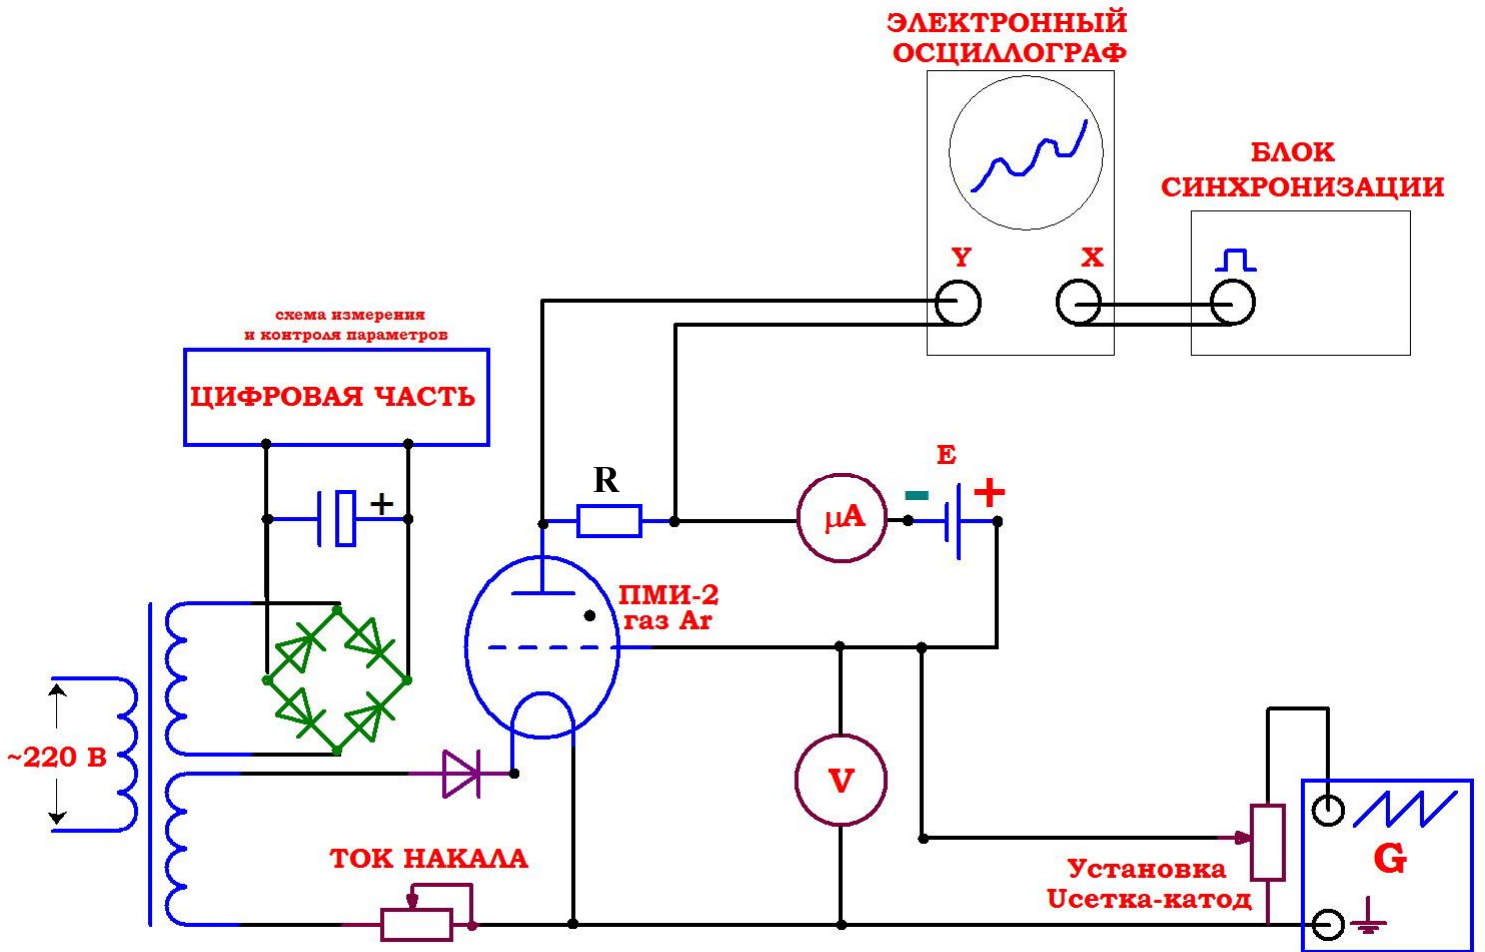
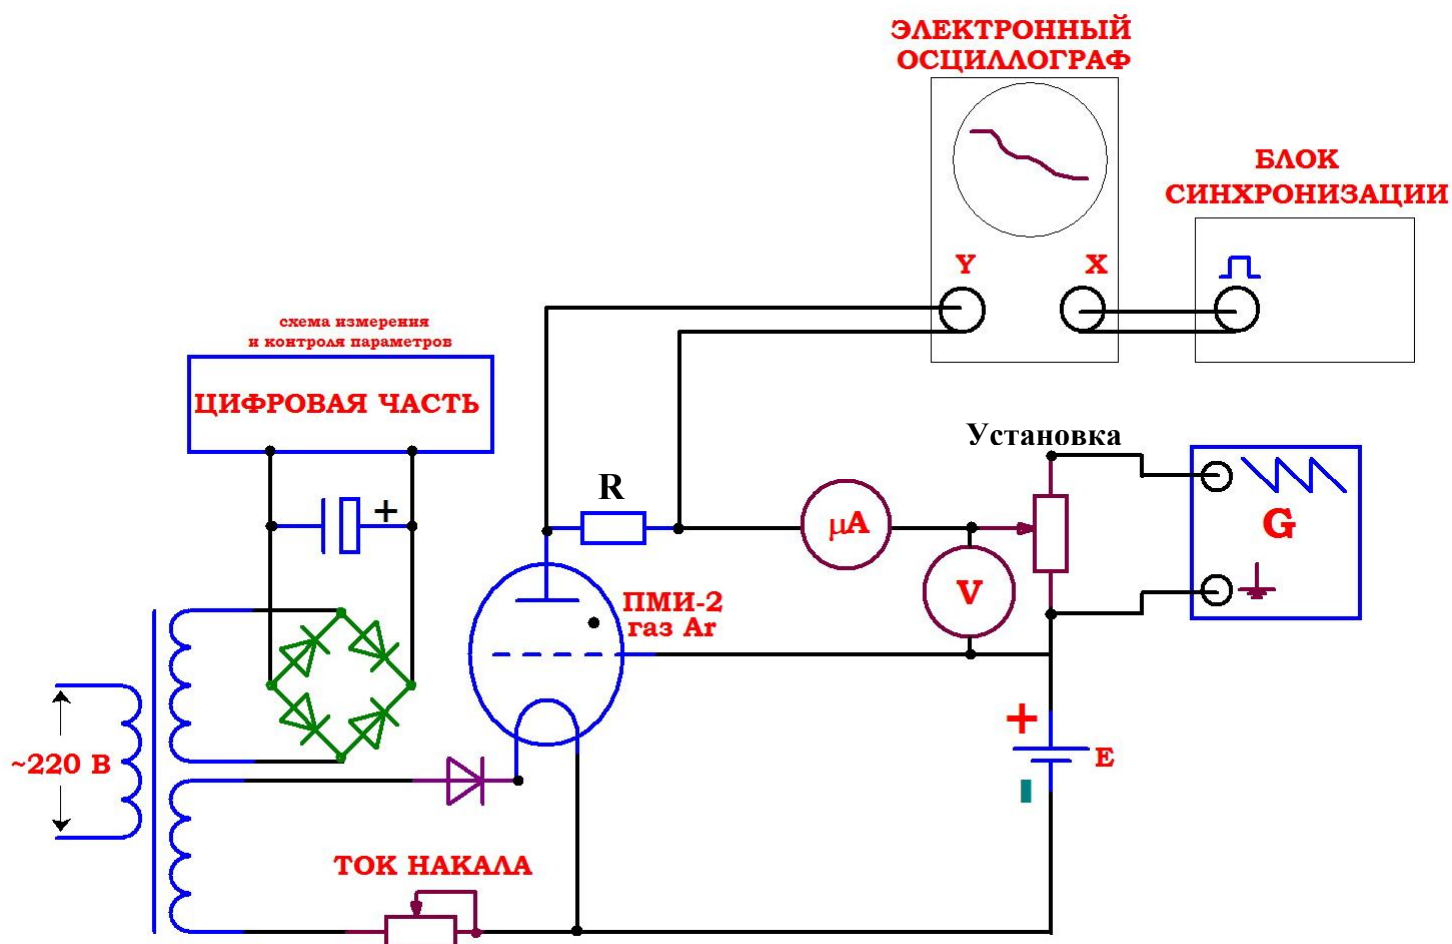
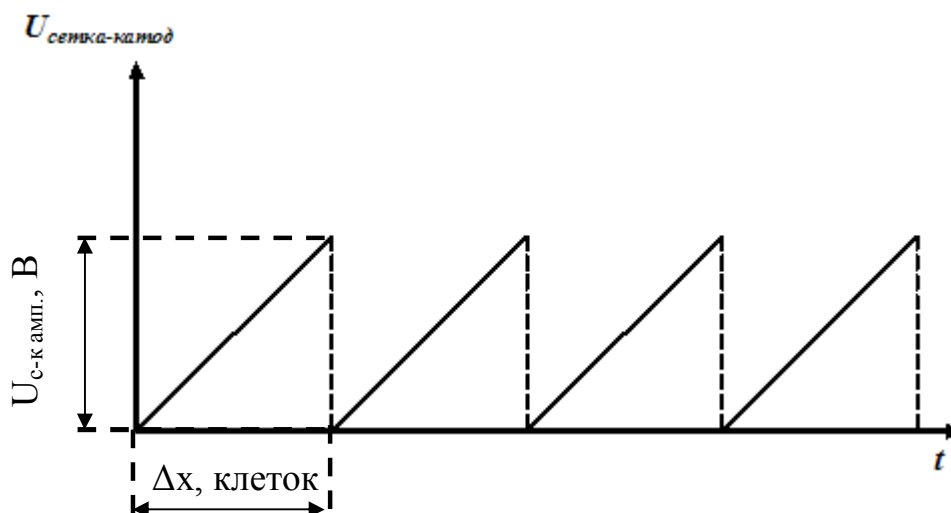
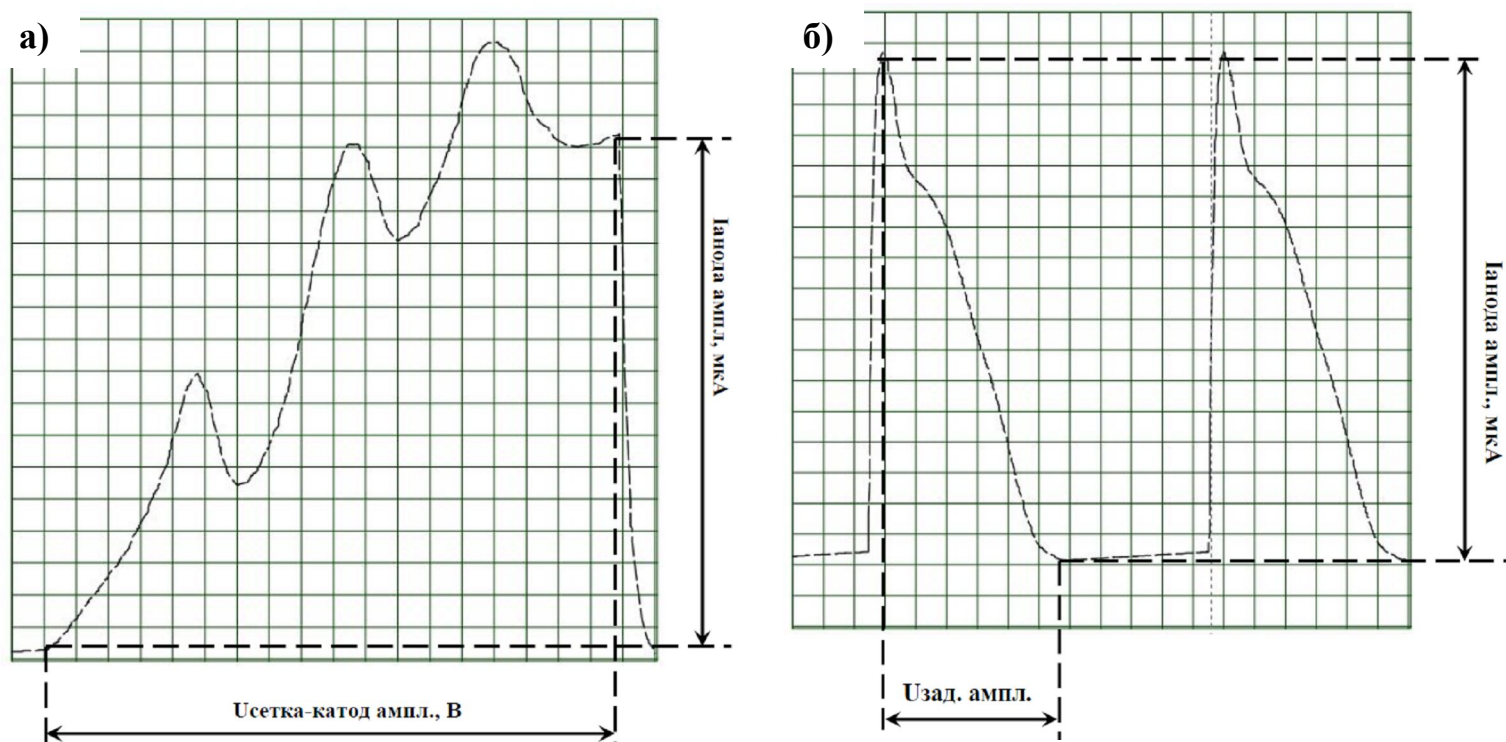

Рис. 11. Блок-схема экспериментальной установки ФКЛ-6 для проведения опыта Франка и Герца
Рис. 14. Блок-схема экспериментальной установки ФКЛ-6 для проведения опыта по снятию ВАХ задержки триода и оценки сечения неупругого рассеяния.
Рис. 15. Форма сигнала, подаваемого на промежуток сетка-катод триода.
Рис. 16. Вольтамперные характеристики, получаемые на учебной установке ФКЛ-6. а) характеристика Франка и Герца б) характеристика задержки.
Блок-схема экспериментальной установки для получения ВАХ Франка и Герца изображена на рис.11. Модуль развёртки G состоит из нескольких блоков, основная задача которых в выработке пилообразного напряжения нужной частоты, формы и длительности. Форма импульсов представлена на рис. 15. Блок синхронизации вырабатывает синхроимпульсы для стабилизации изображения характеристики на экране осциллографа. Синхроимпульсы подаются на вход X осциллографа, при этом осциллограф должен быть переведен в режим синхронизации внешним сигналом.
Таким образом, вольтметр фактически показывает напряжение в крайней правой точке вольтамперных характеристик рис. 16.
Через каждый период следования пилообразных импульсов, вольтамперная характеристика повторяется (рис. 16 б).
3. в режиме снятия ВАХ переключение между снятием ВАХ опыта Франка и Герца и характеристикой задержки (переключение между схемами рис. 11 – рис. 14): кратковременное $\sim 0,5$ секунды одиночное нажатие. Перед переключением схем необходимо выключать генератор нажатием кнопки «ГЕНЕРАТОР ВКЛ/ВЫКЛ»;
Для проведения эксперимента по оценке сечения неупругого рассеяния схема рис. 11 должна быть видоизменена согласно рис. 14. При этом в промежутке сетка – катод лампы устанавливается постоянное ускоряющее напряжение 20 В от источника постоянного напряжения E , а пилообразный генератор развертки подключается в промежуток сетка – анод триода и вырабатывает отрицательные относительно сетки пилообразные импульсы в пределе от 0 ... -20 В. Таким образом, потенциал анода линейно уменьшается относительно потенциала сетки. С резистора R снимается сигнал, пропорциональный анодному току $I_{анод}$ лампы. В результате получаем на экране осциллографа вольт-амперную характеристику задержки лампы, аналогичную рис. 7б, рис. 16б.